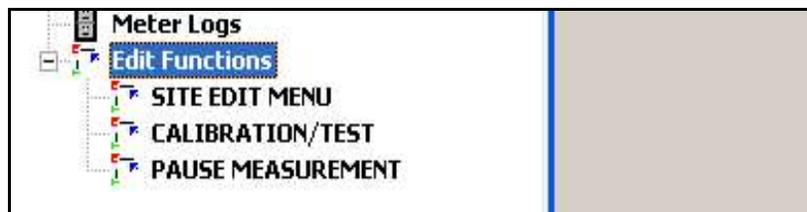
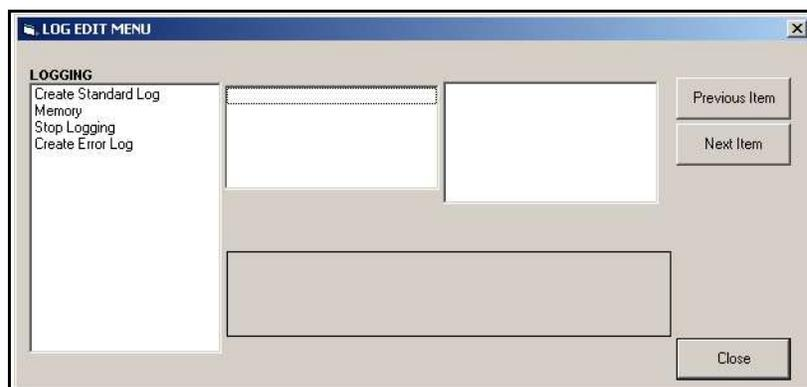

Figure 10: menu Edit Functions (Éditer les fonctions) pour un modèle XGF868i équipé d'une carte d'enregistrement
Figure 11: fenêtre Log Edit Menu (Menu d'édition de l'enregistrement)
1. Dans le navigateur du débitmètre (*New Meter Browser*) de PanaView, développez l'arborescence du réseau et ouvrez l'option *Edit Functions* (Éditer les fonctions) (décrite à l'annexe C, *Programmation du XGF868i avec PanaView*). Le menu illustré *Figure 10* apparaît.
2. Cliquez deux fois sur le menu d'édition de l'enregistrement (*Log Edit Menu*), comme illustré dans la *Figure 10* ci-dessus. Une fenêtre semblable à celle illustrée *Figure 11* s'affiche.